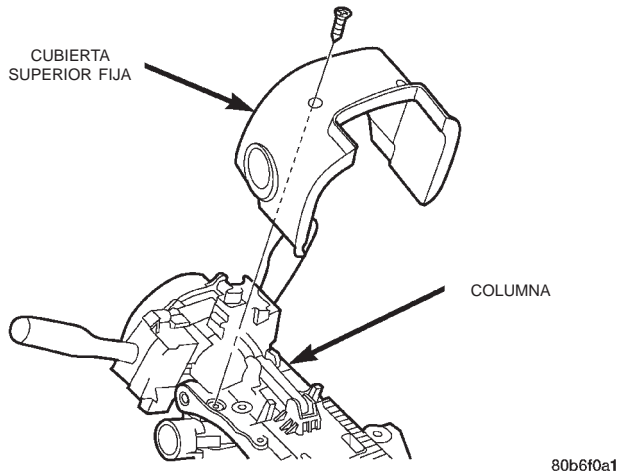

Fig. 39 Desmontaje e instalación de cubierta fija de la columna
(9) Retire la cubierta superior fija de la columna (2 tornillos) (Fig. 39).